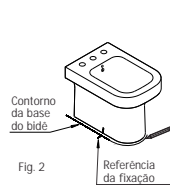
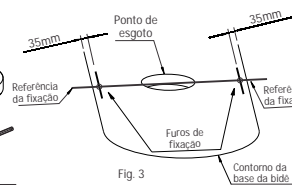

Fig. 2
Fig. 3
2 Posicione o bidê no local de instalação, trace no piso uma linha em todo o contorno da base da louça, marque também no piso a posição dos furos de fixação do bidê (Fig. 2). Retire o bidê e ligue as duas marcações referentes a fixação com uma reta. Medir 35mm a partir da linha de contorno do bidê, sobre a linha de fixação e marcar. Furar o local demarcado com uma broca de 10mm e inserir a bucha S10C (item 7). (Fig. 3).